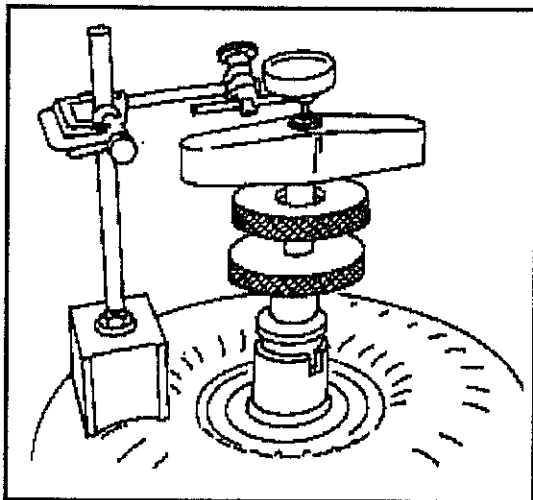

Abb. 10-6 Prüfen des Axialspiels im Drehmomentwandler
- Die in Abb. 10-6 gezeigten Spezialwerkzeuge J-25020, J-21371 oder J-29060 verwenden.